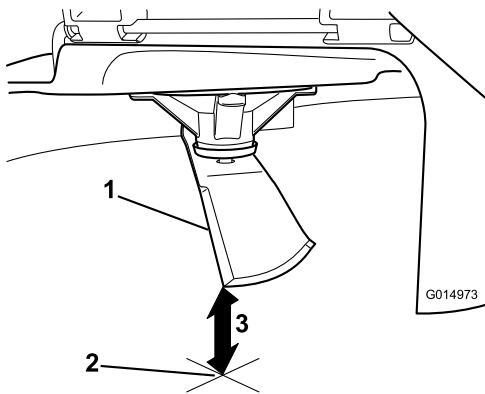

Рисунок 59
3. Измерьте расстояние от конца ножа до плоской поверхности (Рисунок 59).